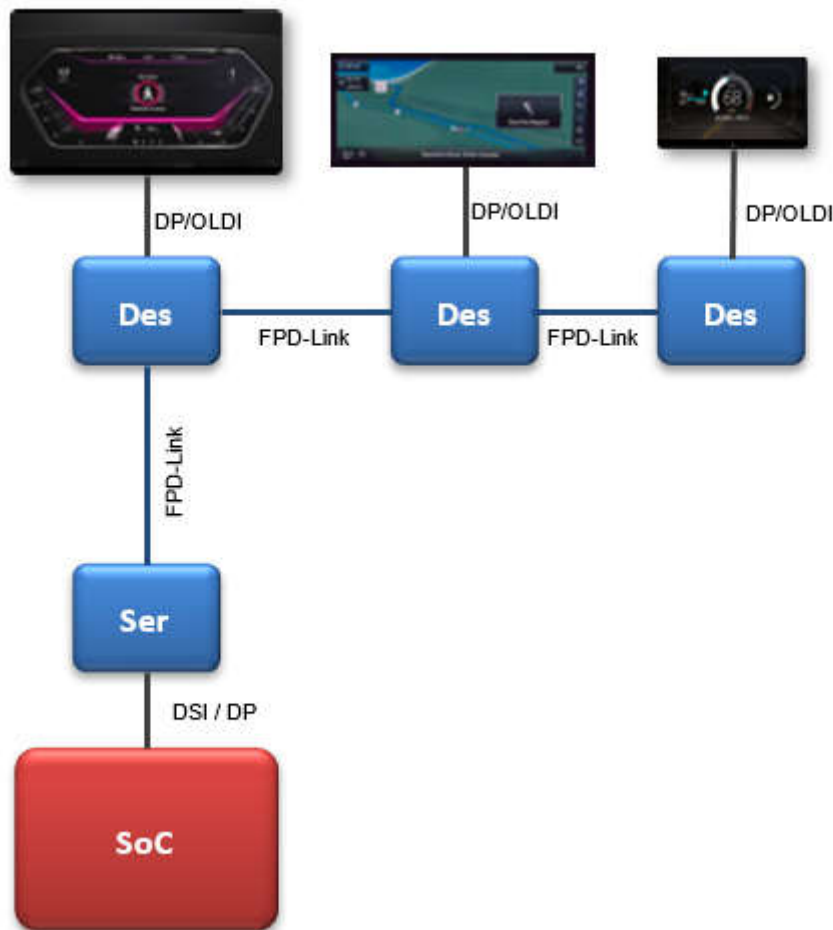

图 2-2. 菊花链拓扑图
- **Daisy Chain**：现代汽车，尤其是新能源车和高端车型，通常配备多个屏幕，在多显示屏系统中，菊花链是比较重要的应用。菊花链可以支持 SOC 单接口输出，驱动多个显示器或音频处理模块。同时解决了每个屏幕都用独立线缆与主机相连导致线束复杂、沉重、昂贵的问题。其拓扑图如图 2-2 所示：